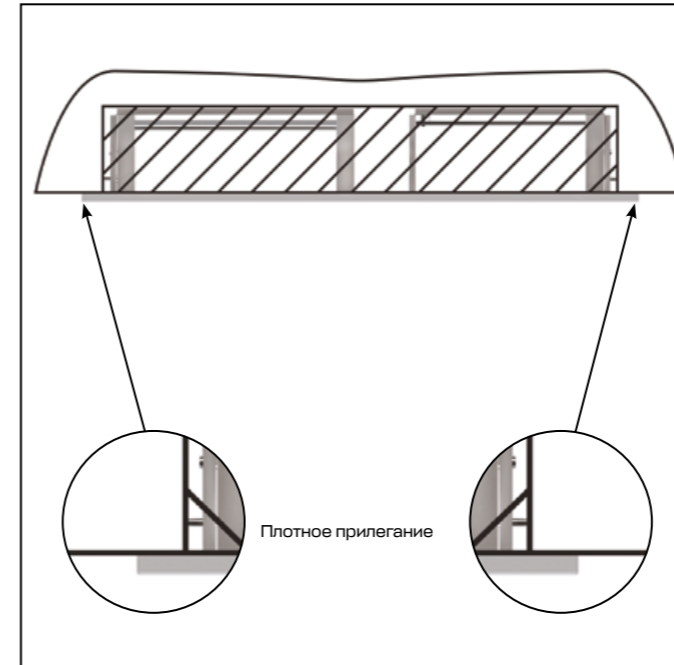

Рис. 21
2.1. Корпус щита этажного вставьте в нишу жилого здания. Края отбортовки фасадной рамки корпуса должны плотно прилегать к стене (рис. 21).